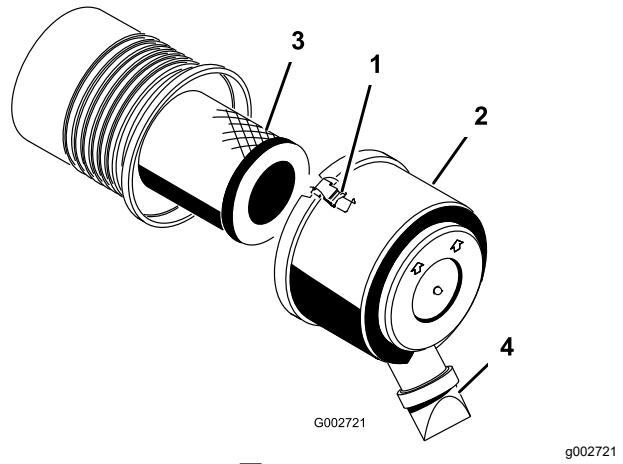

図 26
- エアクリーナのカバーをボディーに固定しているラッチを外す(図 26)。